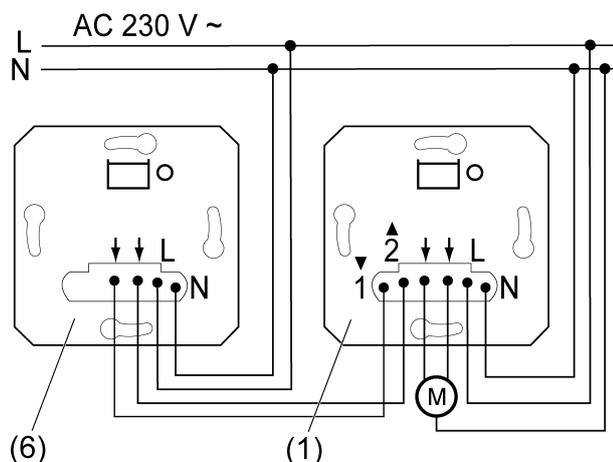
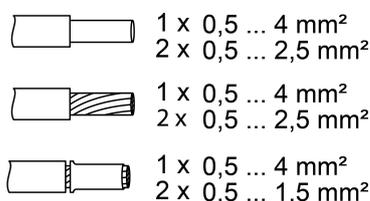

Figura 2: Uso con regolatore esterno
Figura 3: Sezione cavo collegabile
- Collegare l'unità di comando veneziana (1) (Figura 2). Osservare le sezioni del cavo collegabili (Figura 3). Facoltativo: collegamento di un regolatore esterno (6). Come regolatore esterno, al posto dell'unità di comando veneziana, è anche possibile utilizzare un tasto meccanico o un interruttore della veneziana.